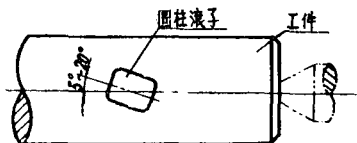

图3
(图3)，以便在滚压当中形成碾压过程，提高加工表面光洁度；
(3) 对阶梯轴类的圆根处, 应把圆柱滚子与工件夹角对至零度, 然后用手动赶制, 圆柱滚子端面与刀体端面长出 1 毫米的目的就在于此;
(4) 在制造这一工具时, 须要注意支承圆柱滚子的铜套, 在靠近轴承的一侧, 先用刮刀刮一下(图 3), 以保证滚压时圆柱滚子能很好的与轴承接触和自如地转动。
精加工则采用图 3 所示刀头。对于外径 70 毫米的蜗杆加工, 可采用 95 转/分的转速进行车削。